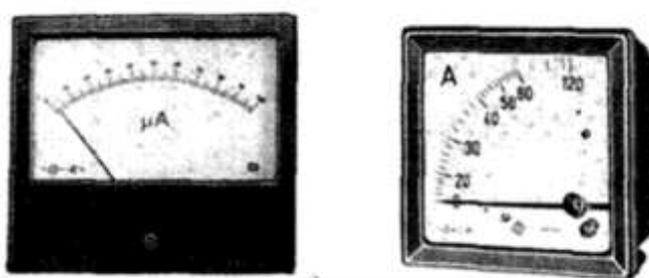

рис.1
1. Собрать схему по рис. 1. Изучить явление электромагнитной индукции, вводя в катушку постоянный магнит.
У многих приборов есть общие по назначению части. Это корпус, зажимы, шкала, указательная стрелка, ограничители, винт корректора (рис.1). На корпусе некоторых приборов расположены переключатель пределов измерения и арретир. Внутри каждого прибора находится его главная часть — измерительный механизм. Отдельные приборы, например омметры, снабжены камерой, в которую помещают источник электропитания (гальванический элемент). У интегрирующих приборов, например у электросчетчиков, в отличие от показывающих приборов отсутствует указательная стрелка, но у них есть счетный механизм.